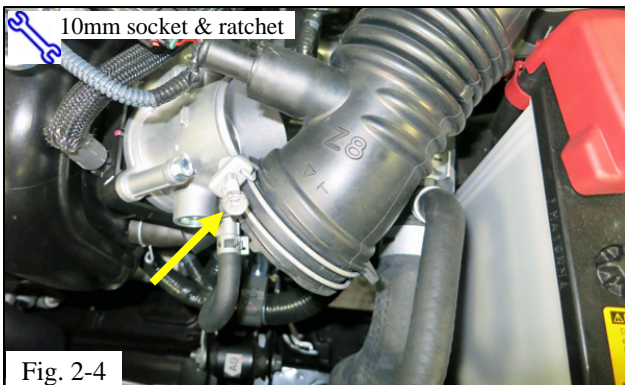

Fig. 2-4
- (d) Loosen the hose clamp at the throttle body (Fig. 2-4).